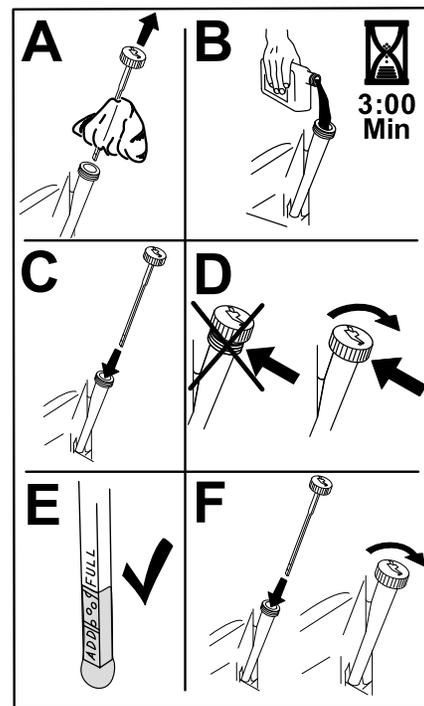

図 41
6. 所定量の 80% 程度のオイルをゆっくり入れ、そこから、残りの量を注意深く足してFULLマークまで入れる図 41。